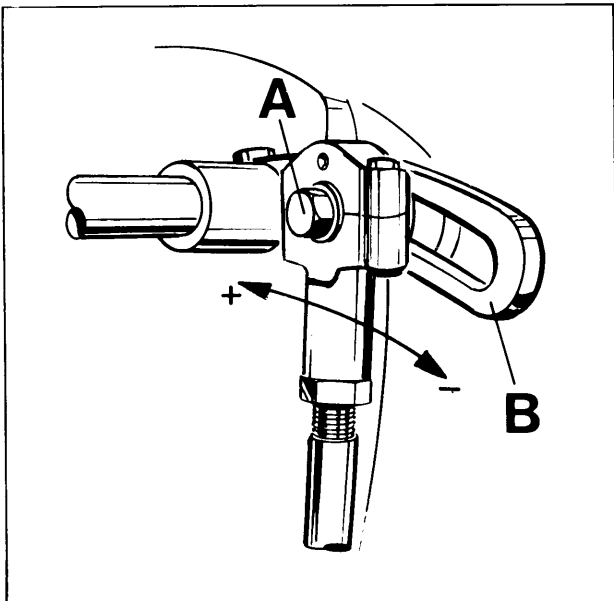

Fig. 21
For matching the upper feed dog travel with the lower feed dog travel loosen screw (A, Fig. 21). Moving the ball link in the slot of rocker lever (B) to the front decreases the upper feed dog travel, moving it to the rear increases the travel. Retighten screw (A).
Para ajustar el movimiento del diente superior con el diente inferior, suelte el tornillo (A, Fig. 21). Moviéndolo hacia adelante disminuye el movimiento del diente alimentador superior, moviéndolo hacia atrás lo incrementa. Apriete de nuevo el tornillo (A).